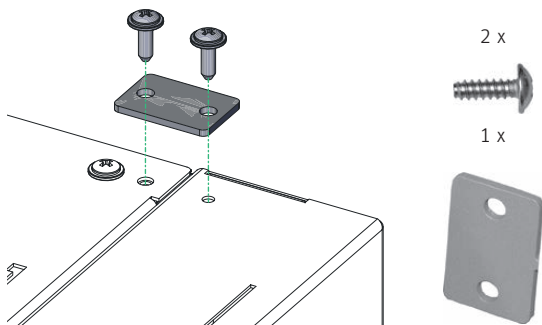

Fig. 67 Avvitare la parete laterale in alto e la piastrina di fissaggio con 2 viti autofilettanti
- Avvitare la parete laterale destra in alto e la piastrina di fissaggio con 2 viti autofilettanti – Fig. 67.